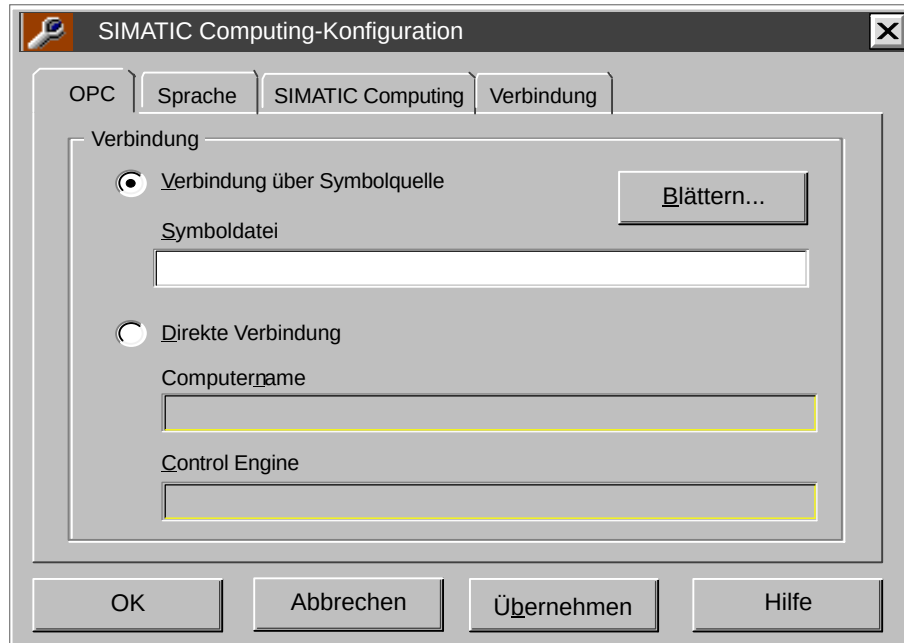

Bild D-1 Einrichten der OPC-Verbindung
Wie Sie in Bild D-1 sehen, bietet die Anwendung zum Einrichten von OPC in WinAC folgende Optionen, um eine Verbindung zu einer Control Engine aufzubauen.
1. Wählen Sie im Windows Startmenü den Befehl **SIMATIC > PC Based Control > SIMATIC Computing-Konfiguration**, um das Dialogfeld "SIMATIC Computing-Konfiguration" aufzurufen. Öffnen Sie das Register "OPC" (siehe Bild D-1).